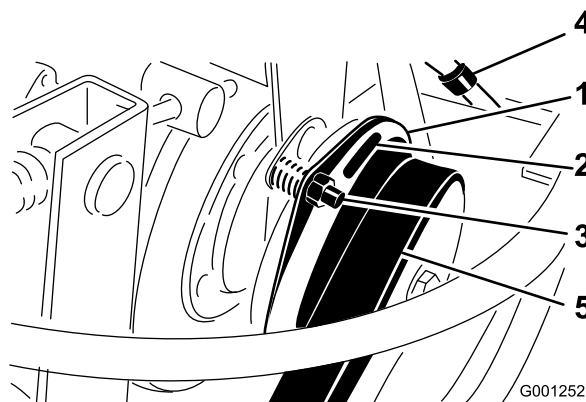

Figure 65
- Régalez l'entrefer de façon à pouvoir passer une jauge d'épaisseur de 0,4 mm entre la garniture d'embrayage et la plaque de frottement en poussant légèrement (Figure 65). Pour diminuer l'entrefer, tournez l'écrou de réglage dans le sens horaire (Figure 65). L'entrefer ne doit pas dépasser 0,76 mm. Régalez les trois entrefers.